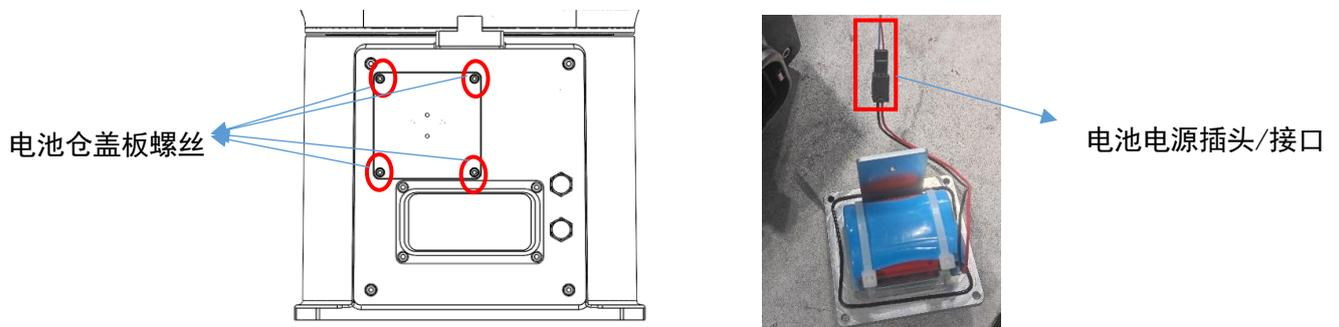

图 6.2 新版本机械本体编码器电池仓螺丝
- 1) 拧掉图 6.2 所示的电池仓盖板螺丝，将编码器电池仓盖板拉出；
- 3) 拔出图 6.2 所示电池电源插头，取下旧电池；
- 4) 将新电池电源插头插入图 6.2 所示电池电源接口处；
- 6) 盖上电池仓盖板，拧紧图 6.2 所示的电池仓盖板螺丝；